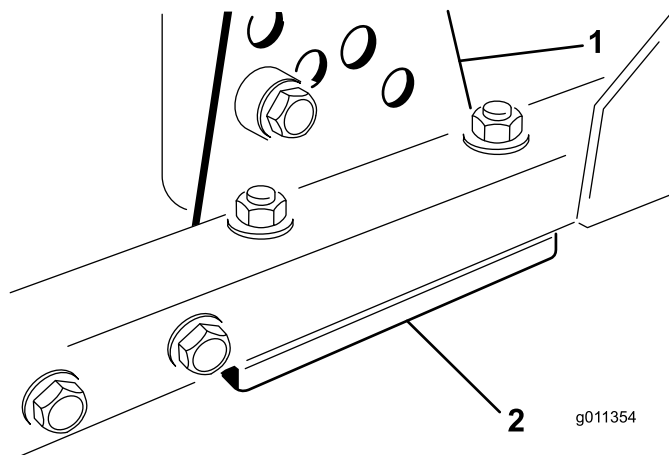

Figura 96
1. Îndepărtați consola pentru înălțimea de tăiere (față, stânga sau dreapta) de pe cadrul unității de tăiere (Figura 96).
2. Reglai lamele de 1,5 mm i/sau de 0,7 mm între cadrul unității de tăiere i consolă pentru a obține setarea dorită a înălțimii (Figura 96).